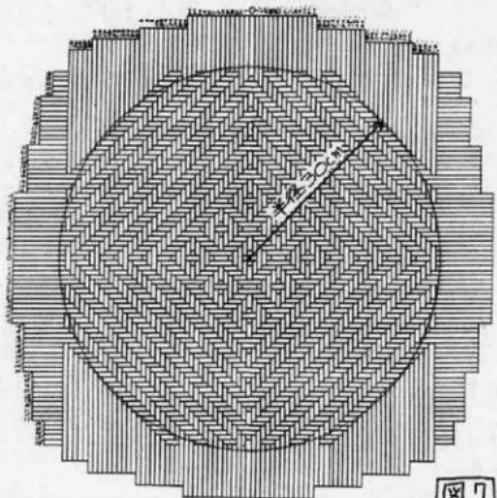

図7
33. 編みの中心から半径30cmの円を 棒や鉛筆を使って描く。(図7)